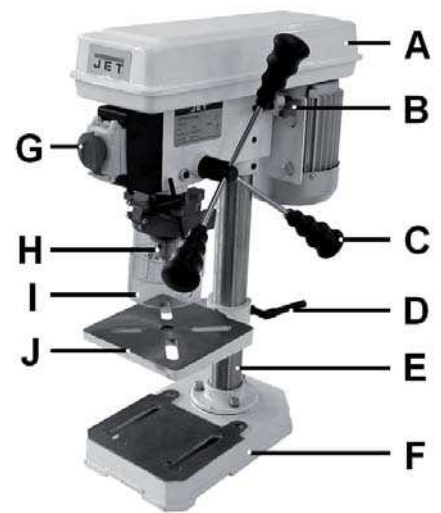

Рис. 1
- Встановіть стійку (B, Рисунок 1) на цоколь верстата (F).
- З шестигранних гвинти (D) добре затягніть.
- Надягніть патрон (J, Рисунок 1) на конус шпинделя.
- Відкрутіть кріплення майданчика мотора (B, Рисунок 1).